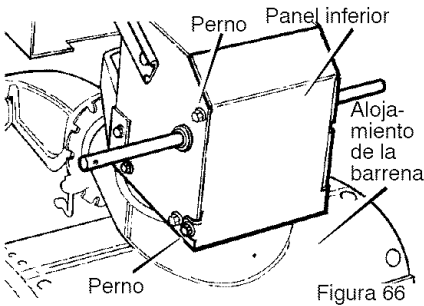

Figura 66
2. Ponga el quitanieves en posición vertical sobre la parte delantera del **alojamiento de la barrena** (Figura 66).
4. Afloje los **pernos** a cada lado del **panel inferior** (Figura 66).
5. Instale el **panel inferior** (Figura 66).
2. Ponga el quitanieves en posición vertical sobre la parte delantera del **alojamiento de la barrena (4)**. (Figura 66).